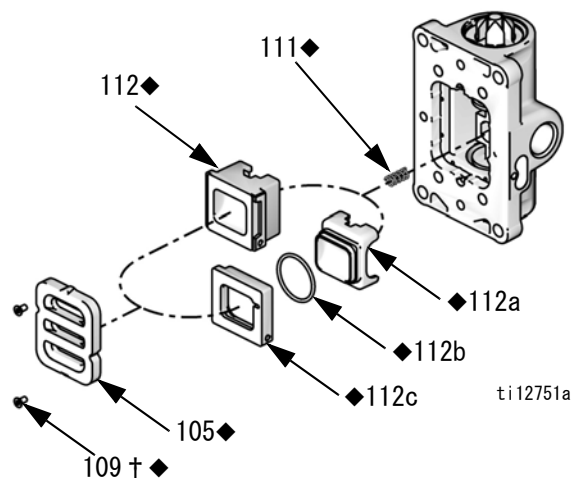

図 5: エアプレートの取り外し
2. 図 5 を参照してください。2 mm または 5/64 六角キーを使用して、2 つのネジ (109†◆) を取り外します。バルブプレート (105◆) を取り外します。